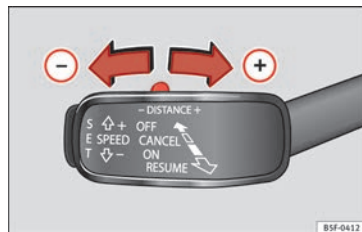

Bild 203 Kontrollspak: Inställning av avstånd
- För att visa det aktuellt programmerade avståndet, tryck kort på vippknappen » bild 203.